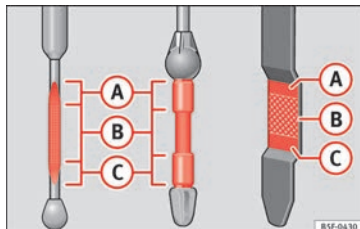

Fig. 248 Varilla de medición del nivel de aceite.
– A continuación, vuelva a extraerla y compruebe el nivel de aceite » **fig. 248**. En caso necesario, reponga aceite del motor.
Si el nivel de aceite se encuentra por encima de la zona » fig. 248 A, no arranque el motor. Puede causar daños en el motor y en el catalizador. Informe a un taller especializado.
El nivel de aceite no deberá estar en ningún caso por encima de la zona » fig. 248 A. De no ser así, podría aspirarse aceite por el respiradero del cárter del cigüeñal y llegar a la atmósfera a través del sistema de escape.